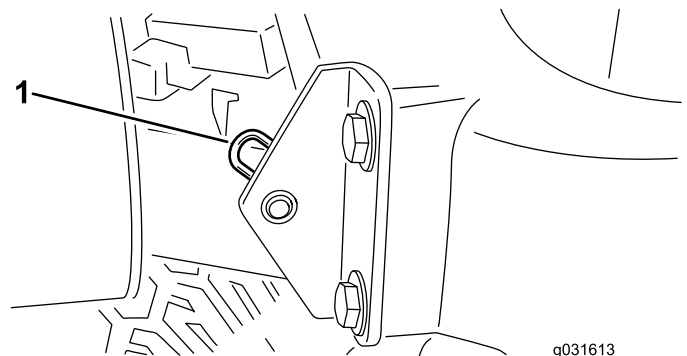

Figura 35
2. Retire el pasador que fija el pivote del capó a los soportes (Figura 35).